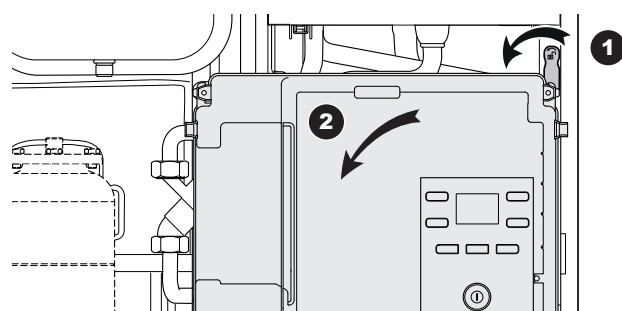

fig. 31 - Apertura del pannello elettrico
- Rimuovere il pannello frontale (fig. 31, pagina 47).
- Far ruotare il pannello elettrico (fig. 31),